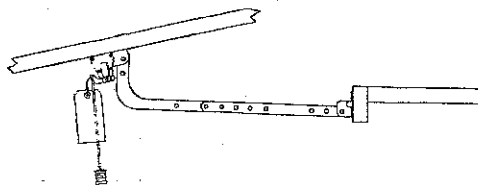

Fig. 17 Installing Assembled Door Arms
9. Install assembled door arms (Fig. 17).